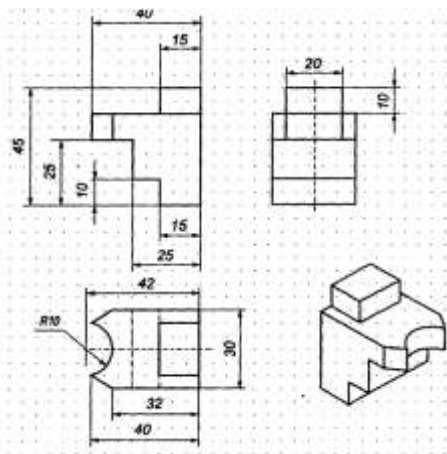

Рисунок 39
15. Повторяем пп.10-12 для отрезков 1-6 (см. рис.39).
20. Плоский чертеж трех видов детали готов (рис.39)
13. В появившемся диалоговом окне Параметры для выдавливания 3-мерной модели подвески задайте параметр толщины подвески $s_3=3\text{ мм}$ – «На расстояние» 3 мм (см. рис.39).